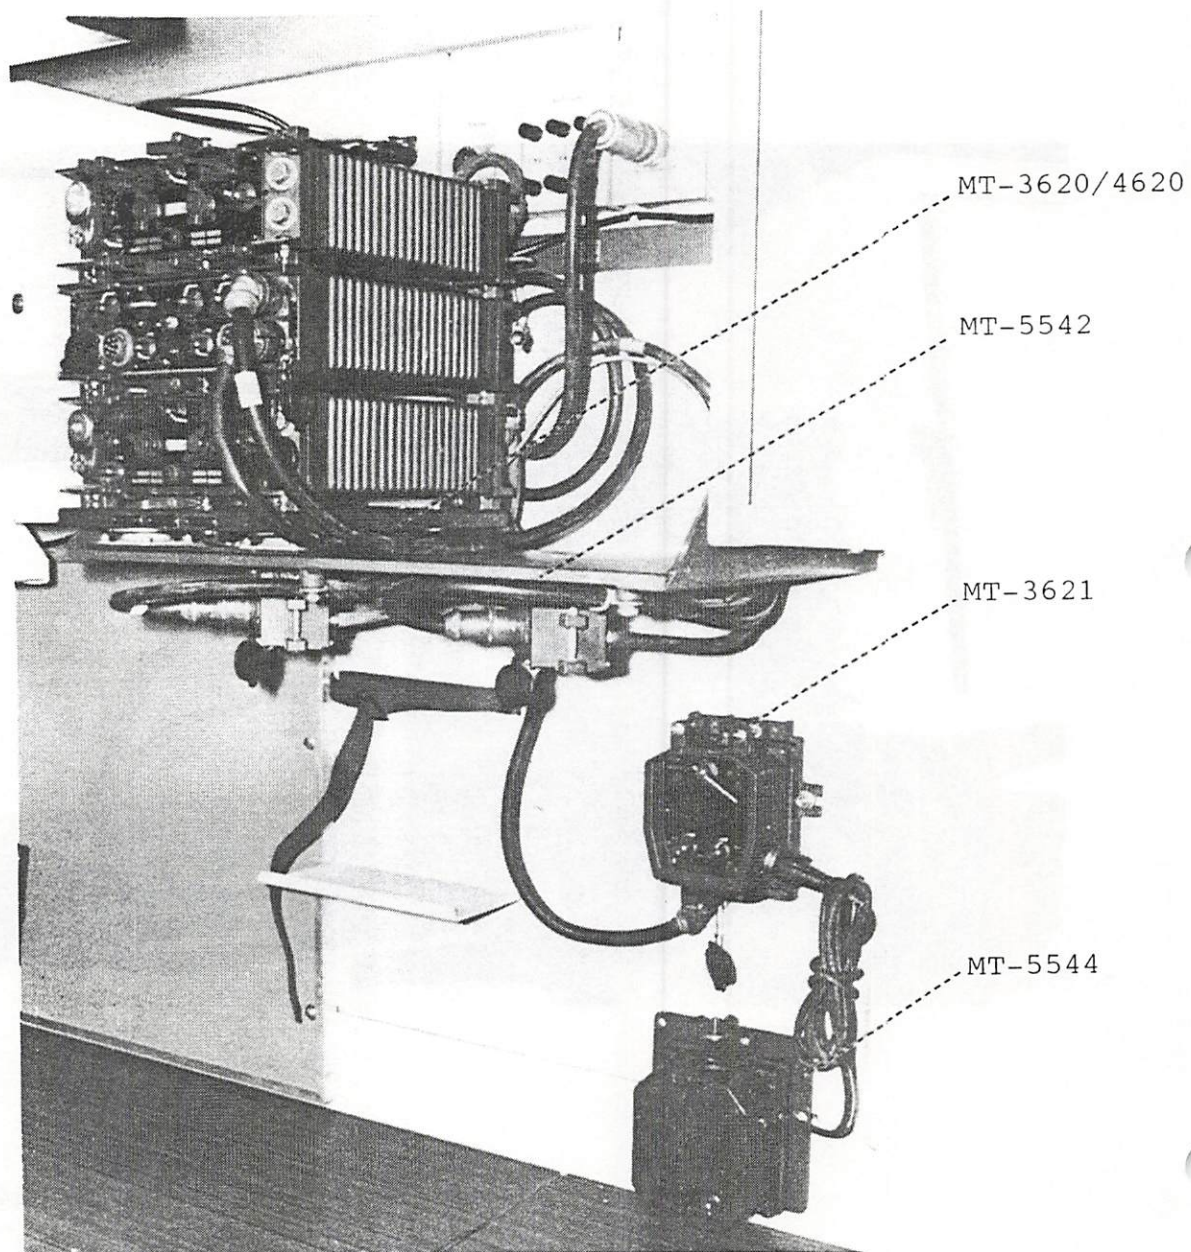

FIG.2.4 Voorbeeld van een "enkele" stapel met
N.B. bevestig eerst de LS-3621 op de MT-5544, met de op de MT-5544 aanwezige bevestigingsmiddelen, alvorens de MT-5544 op de wand van de shelter te bevestigen. Zie als voorbeeld fig. 2.4.
Te lange kabels kunnen worden opgerold en vastgebonden met touw achter of naast de installatie. Zie fig. 2.4.
De montageplaat MT-3622 wordt bij plaatsing van een enkele stapel bestaande uit één zender-ontvanger RT-4600 geplaatst op de linker positie aan de onderzijde van het radiorek MT-5542. Voor alle overige combinaties worden de linker- en de rechter positie gebruikt (zie fig. 2.3 respectievelijk fig. 2.4).
N.B. bevestig eerst de LS-4621 op de MT-5544, met de op de MT-5544 aanwezige bevestigingsmiddelen, alvorens de MT-5544 op de wand van de shelter te bevestigen. Zie als voorbeeld fig. 2.4.